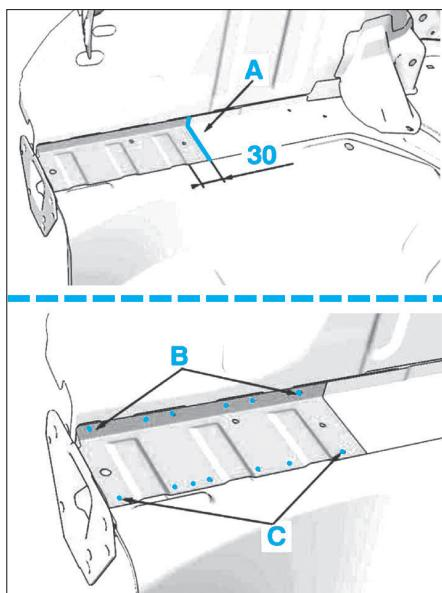

FIG. 61
- Dépointer et découper aux endroits indiqués les semelles de longeron AR en A, B et C (Fig.61).